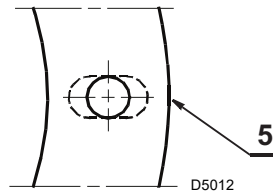

Abb. 9
- falls erforderlich die Bohrungen der Isolierdichtung (Abb. 9) verbreitern, aber darauf achten, dass sie dabei nicht beschädigt wird.